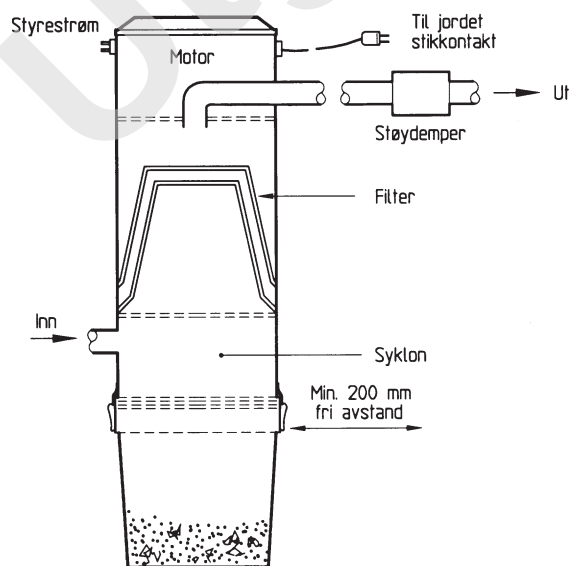

Fig. 212
- 212 *Sugeenhet med syklon og støvbeholder.* Syklonen virker nærmest som en sentrifuge. Den skiller ut støvet, som samles i en beholder under maskinen. Se fig. 212. Prinsippet innebærer i teorien at sugesuggeeffekten ikke blir mindre etter hvert som støvbeholderen fylles. En annen fordel er at man slipper utgifter til engangsposer. Ulempen er at syklonen ikke greier å skille ut alt støvet. Den bør derfor være kombinert med filter for å skille ut finstøvet. Filteret bør ha et så stort areal som mulig. Filteret vil minske sugesuggeeffekten etter hvert. Men forutsatt hyppig og god rensing av filteret, blir reduksjonen ubetydelig. Enkelte sugeenheter har automatikk for selvrensing av filteret.